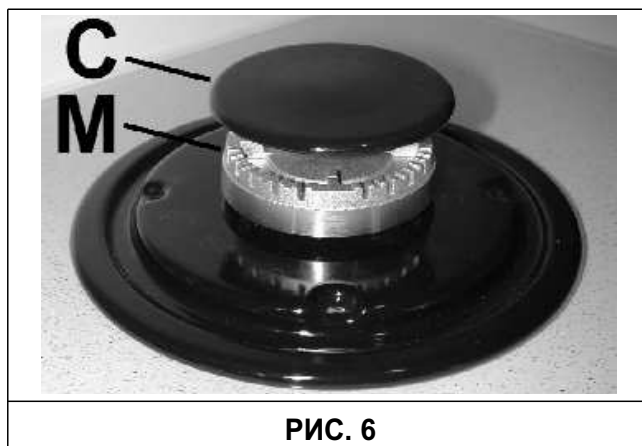

РИС. 6
Варочную панель, эмалированные решетки, эмалированные крышки конфорок «С» и рассекатели конфорок «М» (рис. 6) необходимо периодически мыть теплой водой с мылом. Затем все части следует тщательно промыть и высушить. Запрещается мыть неостывшую панель и использовать абразивные средства.
- Проверьте, чтобы отверстия рассекателей «М» (рис. 6) не были засорены.
- Проверьте, чтобы эмалированные крышки конфорок «С» (рис. 6) были правильно установлены на своих рассекателях. Они должны лежать устойчиво.